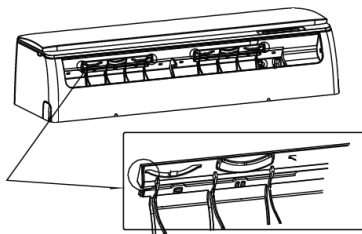

fig. 8 -
Pentru reglarea direcției fluxului de aer orizontal ("fig. 8 -") trebuie acționată manual maneta deflectorului .
2.11 TASTA DE URGENTĂ ("fig. 8 -")